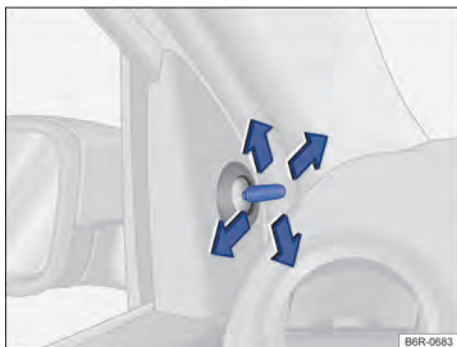

Fig. 79 En las puertas delanteras: mando de ajuste de los espejos retrovisores exteriores mecánicos.
- Mover la tecla de ajuste en el garnecido de las puertas delanteras → fig. 79.